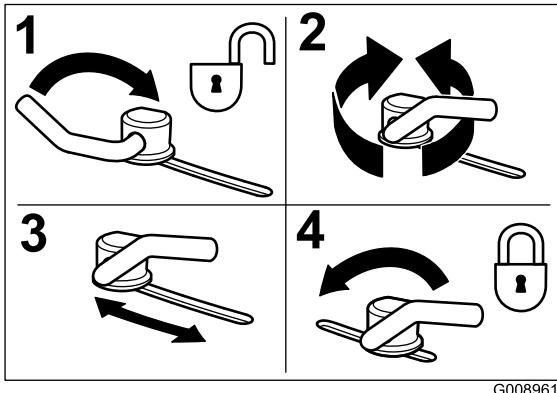

Figura 15
- Para ajustar os bloqueios do excêntrico, rode a alavanca para cima para soltar o bloqueio do excêntrico (Figura 15).
- Rode novamente a alavanca para apertar o abafador e os bloqueios do excêntrico (Figura 15).